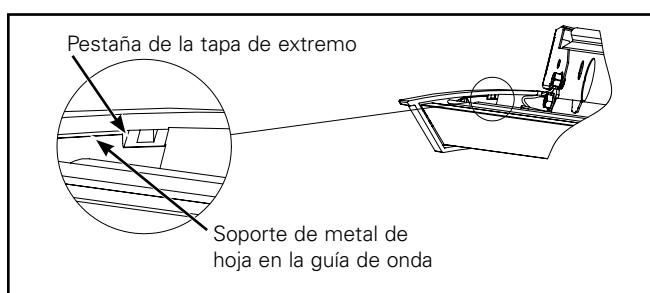

Figura 8.
8. Instale la tapa del extremo en el accesorio. Coloque el arnés del cable y el cable de seguridad durante la instalación. Las pestañas de los tapones de extremos deben encajar completamente en el soporte de metal. (Figura 8.)